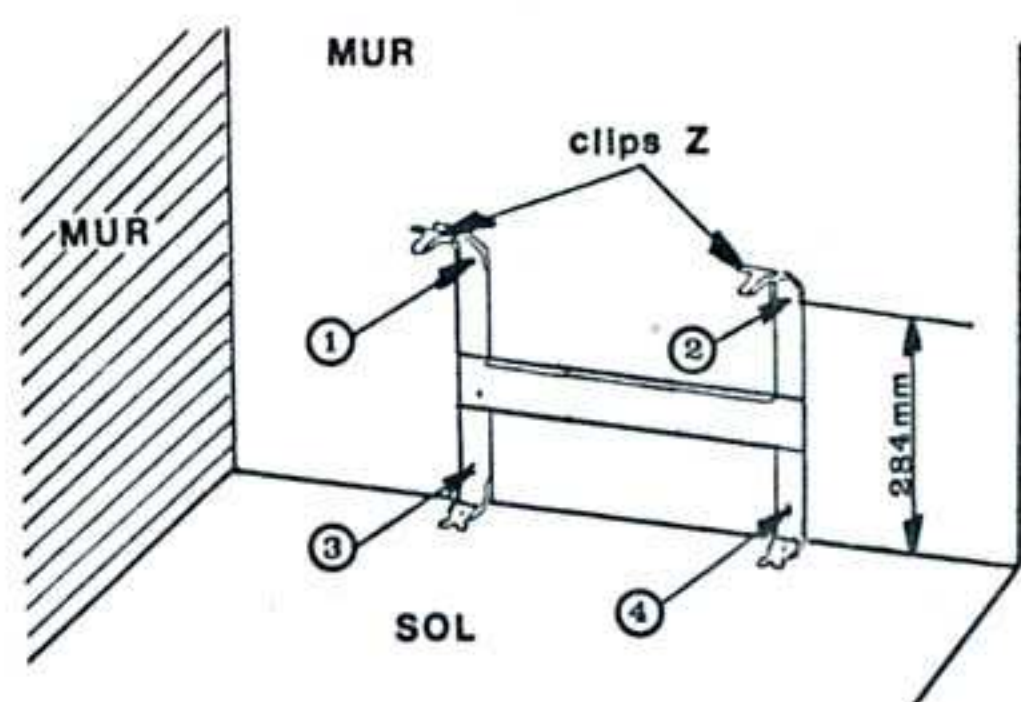

Fig. 1
- Poser le dossieret au sol contre le mur en s'assurant qu'il est orienté dans le bon sens clips Z en haut, pointer les deux trous N° 1 et 2 du haut. Ceux-ci donnent la position des trous inférieurs (fig. 1).